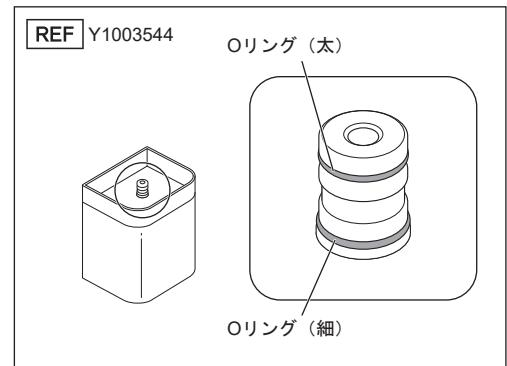

図50
- 1) 注水ボトルのジョイント部にあるボトル用Oリングを針などで取り外します（図50）。